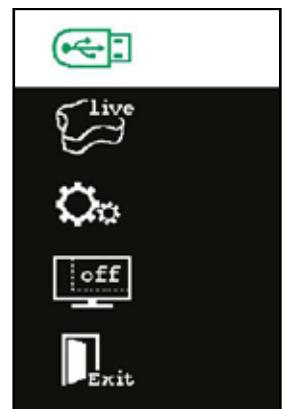

Fig. 21
- ⇒ Selecionar o pen-drive USB no menu principal Split Screen (Fig. 20) ou no submenu Split Screen (Fig. 21).
- ⇒ No submenu Split Screen (Fig. 21), selecionar o item screen shot.